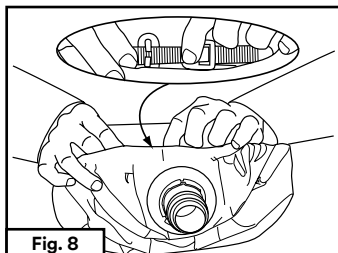
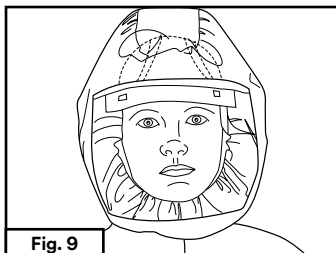

Fig. 8
Fig. 9
- Pièce faciale avec coiffe en plastique seulement** (tous les modèles S-103 et S-403) : Si la cagoule ou la protecteur de tête est dotée d'une coiffe en plastique, elle peut être ajustée au besoin pour obtenir un ajustement confortable (Fig. 8). Le bandeau de la coiffe en plastique doit être porté autour du cou et la courroie du dessus de tête doit être placée sur le dessus de la tête, et non pas derrière la tête (Fig. 9).